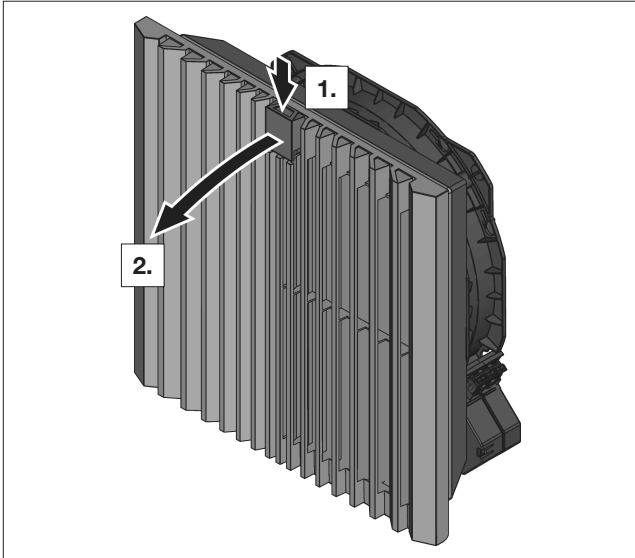

Fig. 17: Sblocco della griglia
- Per sbloccare la griglia a lamelle, premere dall'alto il logo Rittal (vedere fig. 17).